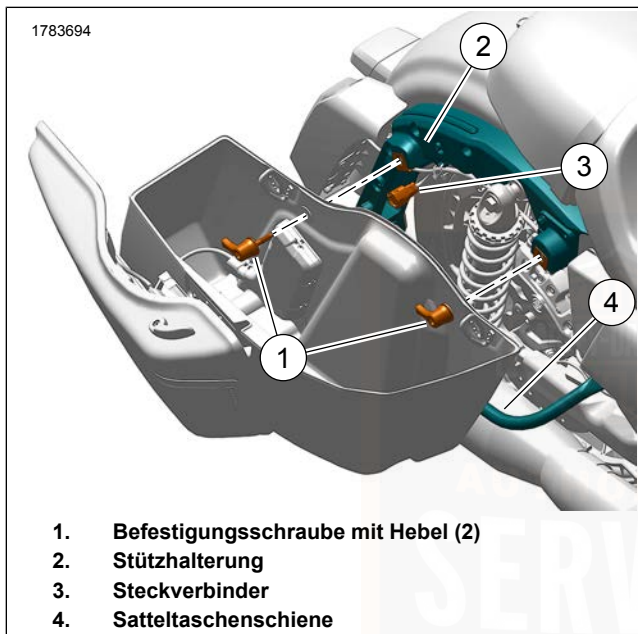
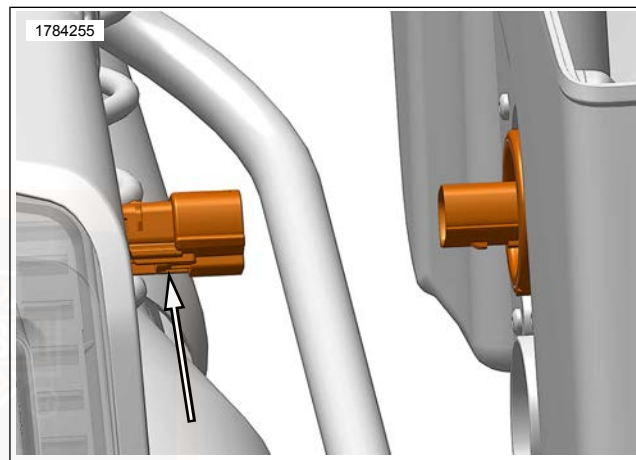

Abbildung 70. Ausbau/Einbau der Satteltasche
Abbildung 71. Rechte Verriegelungszunge des Kabelbaumsteckverbinders (linke Seite identisch)
2. Siehe Abbildung 70. Die Hebel (1) der Befestigungsschrauben gegen den Uhrzeigersinn drehen, um die Befestigungsschrauben von der Stützhalterung zu entfernen.
3. Die Satteltasche halten und den Audiosteckverbinder (3) abklemmen.
- a. Siehe Abbildung 71. Auf den Freigabeknopf drücken. Steckverbinder-Hälften trennen.
1. Siehe Abbildung 70. Die Satteltasche behutsam in die Einbaustellung auf der Satteltaschenschiene (4) bringen. Die Befestigungstüllen an der Stützhalterung (2) ausrichten.
2. Die Satteltasche abstützen. Den Audiosteckverbinder (3) anschließen.
- a. Siehe Abbildung 71. Die Steckverbinderhälften zusammendrücken, bis die Verriegelungszunge einrastet.
3. Siehe Abbildung 70. Die Befestigungsschrauben (1) durch die Tüllen in der Stützhalterung (2) einbauen. Die Hebel im Uhrzeigersinn drehen und die Befestigungsschrauben so anziehen, dass die Hebel wie dargestellt nach unten zwischen der 3-Uhr- und 9-Uhr-Stellung zeigen.